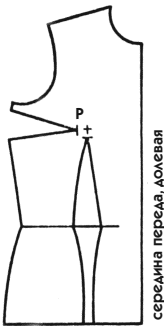

Рис. 129
6. Чтобы этого избежать, необходимо сделать дополнительную вытачку. Но куда ее поместить, если вытачка на талии не может ее поглотить? Очевидно, сделать ее на груди и пустить по направлению к боковому срезу (как показано на рис. 129), где она менее всего заметна.